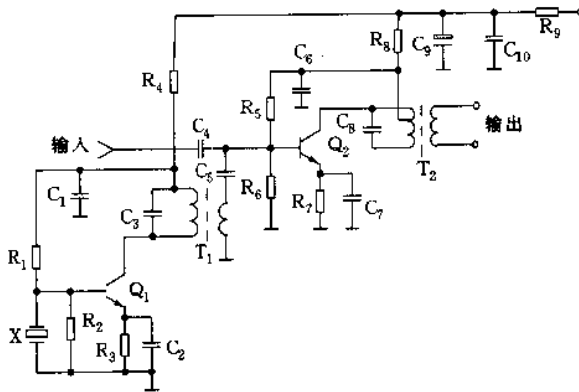

图 2-55
(1)基极注入式混频电路见图 2-55 所示,其特点是:所需要的本振电压较小,电路容易起振,振荡波形好,工作稳定,但信号回路与本振电路互相影响较大。